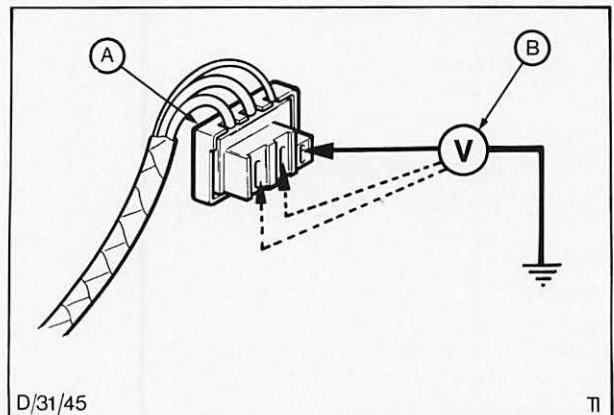

Abb. 10 Kabel – Ladestromkreis auf Durchgang prüfen
4. Ladestromkreis – Kabel auf Durchgang prüfen. Abb. 10.
Mehrfachstecker (Ausgangsstrom) von der Lichtmaschine abziehen. Zündung einschalten. Voltmeter (Anzeigebereich 0–20 Volt), B in Abb. 10, an Masse und jeder Klemme im Mehrfachstecker, A in Abb. 10, nacheinander anschließen. Der Voltmeter sollte jedesmal die ungefähre Batteriespannung anzeigen. Keine Anzeige am Voltmeter bedeutet einen unterbrochenen Stromkreis.